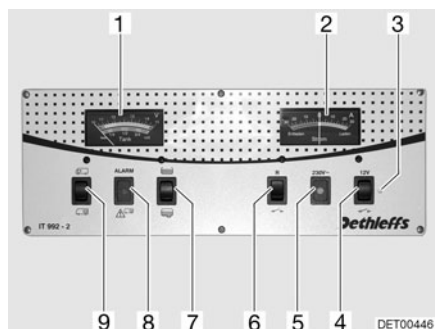

Fig. 137 Panneau de contrôle IT 992
Observer sur l'indicateur de charge/de niveau de réservoir (Fig. 137,1), la graduation supérieure. L'indicateur s'éclaire automatiquement dès qu'un commutateur est actionné.
- Commutateur à bascule (Fig. 137,9) vers le haut "☰" : La tension de la batterie de démarrage est affichée.
- Commutateur à bascule (Fig. 137,9) vers le bas "☷" : La tension de la batterie de cellule est affichée.
Observer sur l'indicateur de charge/de niveau de réservoir (Fig. 137,1) la graduation inférieure. L'indicateur s'éclaire automatiquement dès qu'un commutateur est actionné.
- Commutateur à bascule (Fig. 137,7) vers le haut  : Le niveau du réservoir d'eau est affiché.
- Commutateur à bascule (Fig. 137,7) vers le bas  : Le niveau du réservoir d'eaux usées est affiché.
Le voyant d'alerte rouge ALARME (Fig. 137,8) clignote dès que la charge de la batterie de cellule descend en dessous de 11 V (mesurée en marche) et qu'il y a risque de décharge profonde des batteries.
Cet indicateur (Fig. 137,2) permet de visualiser en permanence le flux de courant actuel de la batterie. L'indicateur s'éclaire automatiquement dès qu'un commutateur est actionné.
L'interrupteur principal 12 V (Fig. 137,4) établit ou coupe le panneau de contrôle et l'alimentation 12 V de la cellule.
Mise en marche : ■ Commutateur à bascule (Fig. 137,4) vers le haut "  " : L'alimentation 12 V de la cellule est assurée. Le voyant de contrôle (Fig. 137,3) s'allume en vert.
Mise hors service : ■ Commutateur à bascule (Fig. 137,4) vers le bas "  " : L'alimentation 12 V de la cellule est coupée. Le voyant de contrôle (Fig. 137,3) s'éteint.
Le voyant de contrôle 12 V (Fig. 137,3) s'allume dès que l'interrupteur principal 12 V (Fig. 137,4) est enclenché.
Le voyant de contrôle jaune 230 V (Fig. 137,5) s'allume si l'arrivée du bloc électrique est sous tension de réseau.
Mise en marche : ■ Commutateur à bascule (Fig. 137,6) vers le haut : La pompe à eau est mise en marche.
Mise hors service : ■ Commutateur à bascule (Fig. 137,6) vers le bas "  " : La pompe à eau est désactivée.